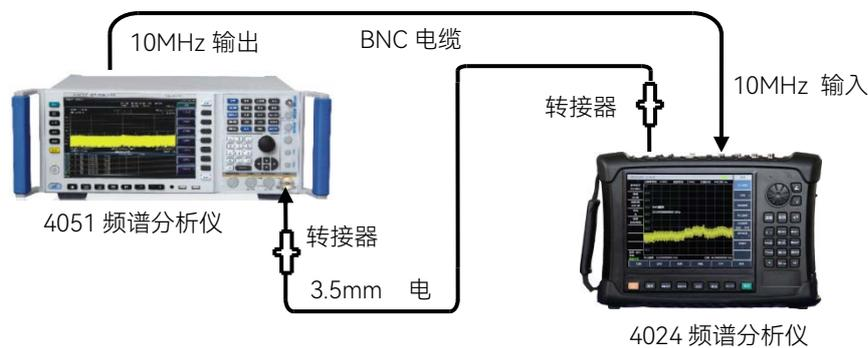

图 14.21 跟踪源频率范围测试框图
- 1) 如图 14.21 连接测试仪器, 4024 频谱分析仪的射频输出通过电缆连接到 4051 频谱分析仪射频输入端口, 4051 为 4024 提供 10MHz 频率参考。